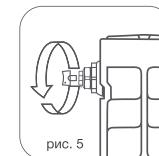

рис. 5
- 8.4. Для удаления воздуха из радиатора в верхний коллектор обязательна установка крана Маевского или автоматического воздухоотводчика. Для удаления воздуха через кран Маевского необходимо периодически (несколько раз в год) вручную стравливать его с помощью специального ключа\* (рис. 5)